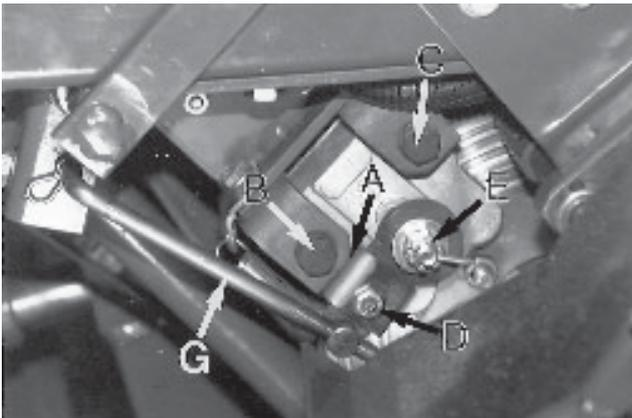

Fig8
### E - PARKING BRAKE (Fig.8)
#### E - PARKEERREM (Afb. 8)
**E - FREIN A MAIN (Fig.8)**
1. Vérifiez que les surfaces au repère (A) sont parallèles. Utilisez la fente (D) de la patte de fixation de butée centrale pour l'alignement au repère (A).
2. Vérifiez qu'il y a du jeu au niveau du logement de frein (pour qu'il y ait du jeu entre les plaquettes de frein et le disque) lorsque le frein est desserré. Les boulons aux repères B & C doivent pouvoir rentrer et sortir librement sur 8-1,6 mm. Réglez l'écrou à créneaux (E) de manière à obtenir le jeu approprié.